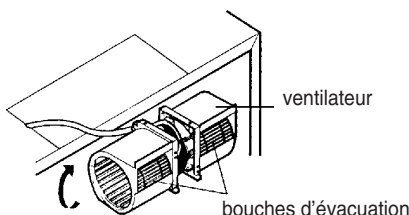
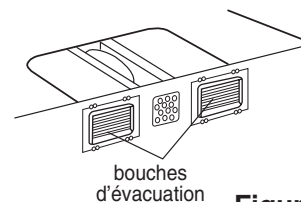

Figure 15
Figure 16
- Faire tourner le dispositif de façon à ce que les bouches d'évacuation soient dirigées vers l'arrière de l'armoire. Voir la figure 16. Pour insérer le ventilateur, le fil électrique doit être placé comme à la figure 15.
- Remettre le ventilateur dans l'armoire. S'assurer que les bouches d'évacuation sont dirigées vers l'arrière de l'armoire. Voir la figure 16.